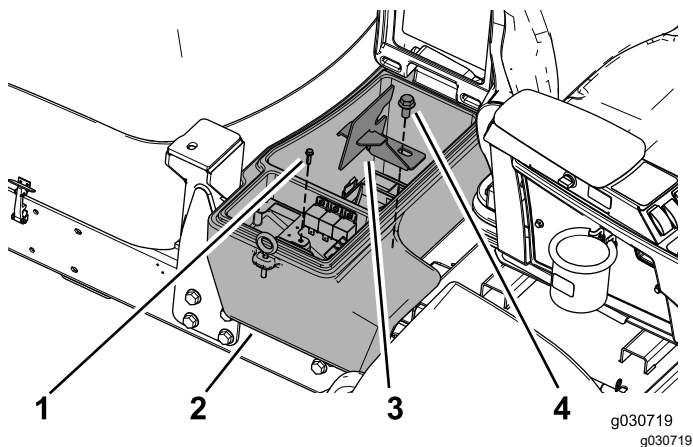

Figura 23
5. Utilize o parafuso para prender a placa de reforço à máquina e o parafuso (½ pol. x 1 pol.) para prender a braçadeira do compartimento da bateria e o compartimento da bateria à máquina (Figura 23).